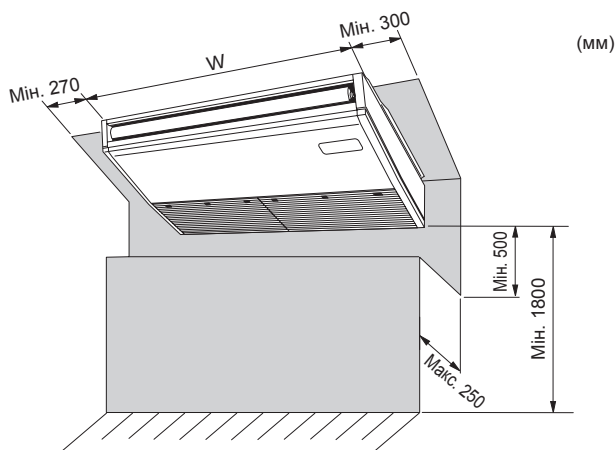

Fig. 2-1
2.1. Габаритні розміри (внутрішній блок) (Fig. 2-1)